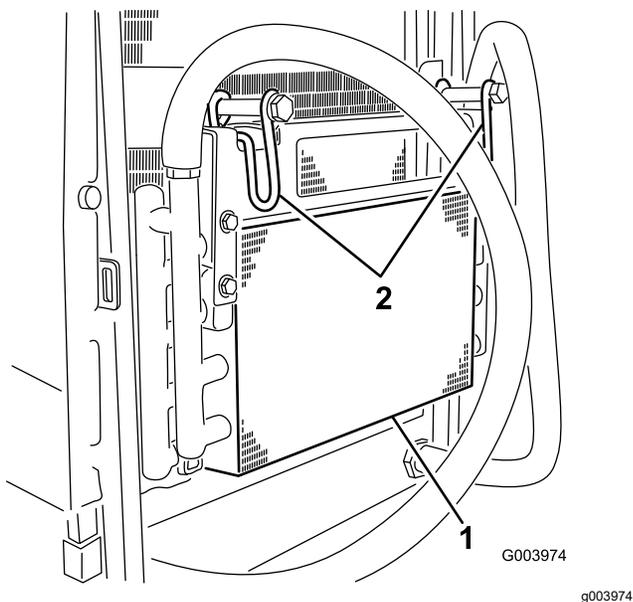

Рисунок 106
7. Поверните 2 защелки маслоохладителя внутрь и отклоните маслоохладитель (Рисунок 106).